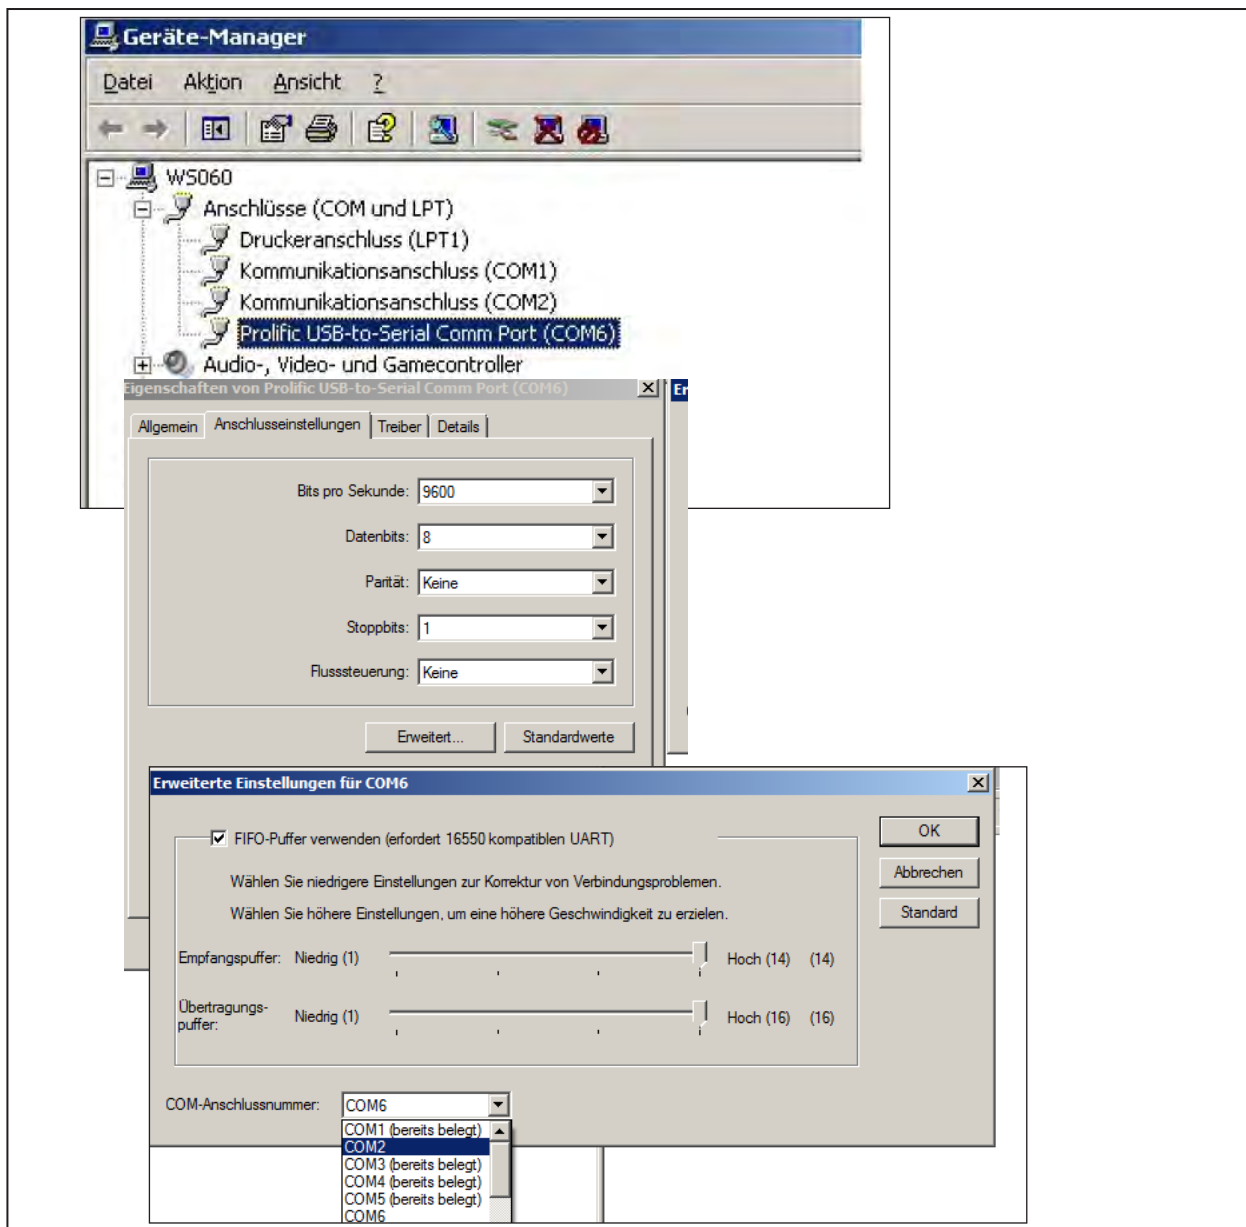

図 9.2: デバイスマネージャの接続設定
1. デバイスマネージャ(システムコントロール>>デバイスマネージャ)を開き、ディレクトリ「接続」をダブルクリックしてください。接続番号は、「Prolific USB-to-Serial Comm Port」セクション(図9.2「COM6」)にあります。